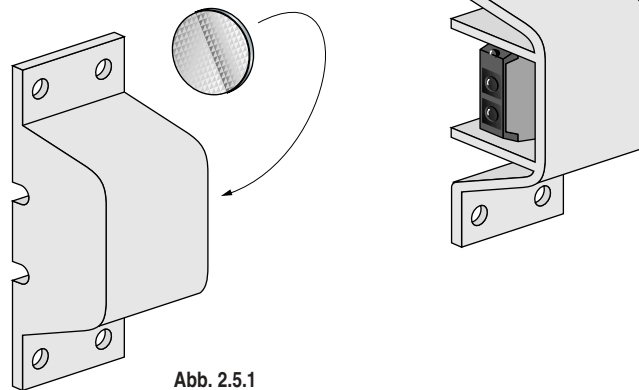

Abb. 2.5.1
- 1 Die Sicherheitsfotозelle und den Reflektor montieren (siehe Abb. 2.5.1).